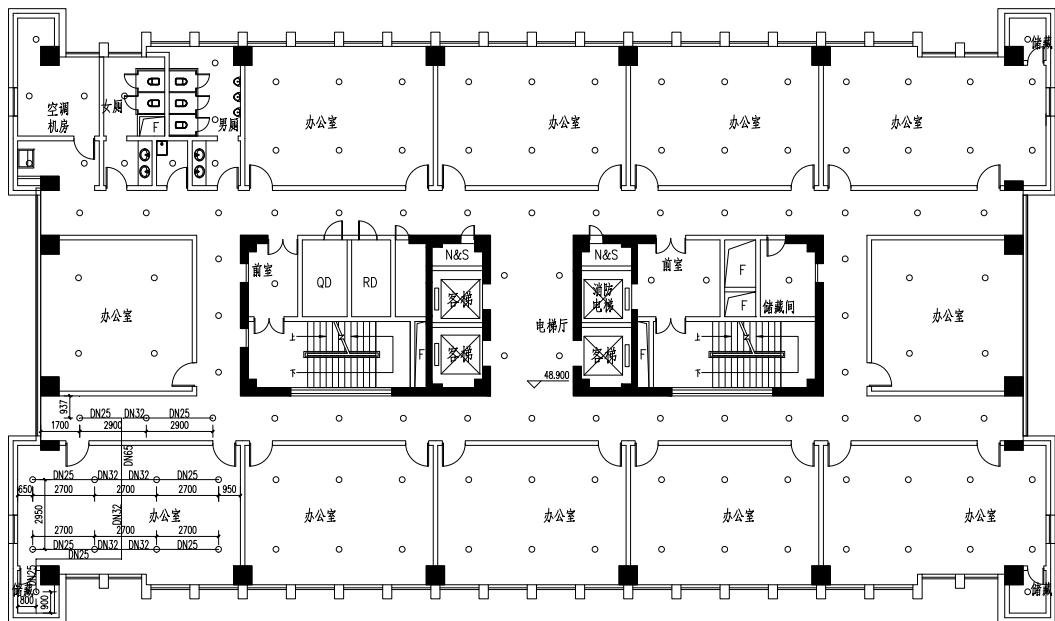

图 14-41 布置喷头图形
⑩ 单击“平面消防”→“矩形喷头”命令、“平面消防”→“任意喷头”命令，在平面图中布置喷头图形，结果如图 14-41 所示。